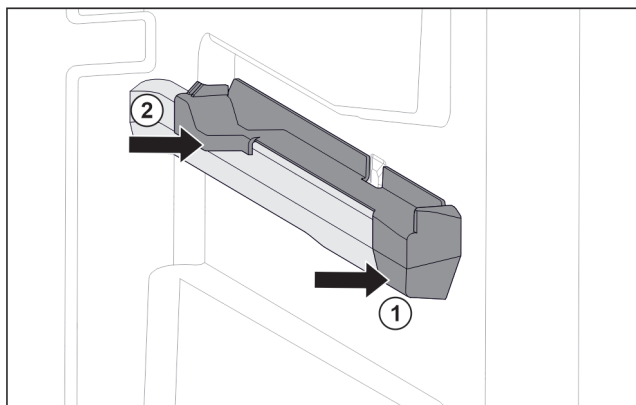

Fig. 94 Element nasadzany na prawym żębrze pojemnika
- ▶ Umieścić element nasadzony z przodu na żębrze pojemnika. Fig. 94 (1)
- ▶ Docisnąć element nasadzony z tyłu. Fig. 94 (2)